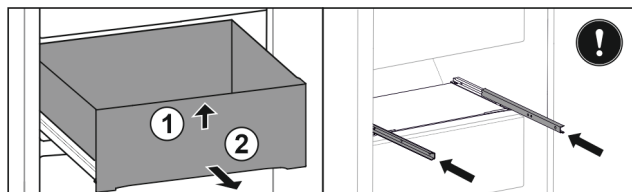

Fig. 106
- ▶ 抬起抽屉前部。 Fig. 106 (1)
- ▶ 朝前取出抽屉。 Fig. 106 (2)